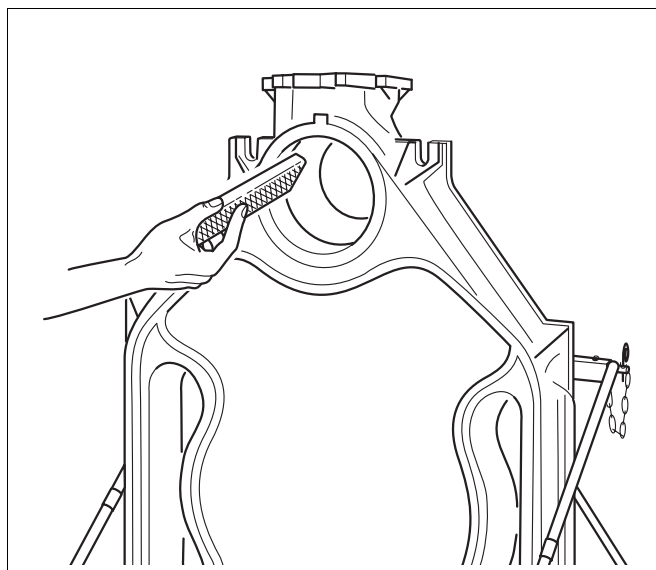

Fig. 9 Affilning af graten
- Fil en eventuel grat på nippelgangene af (Fig. 9).
- Fil en eventuel grat på nippelgangene af (som på Fig. 9).